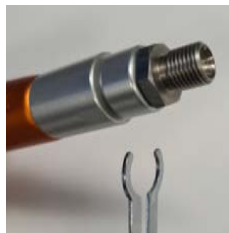

Fig.02
- 2.- Soltar guardamanos (fig.02).